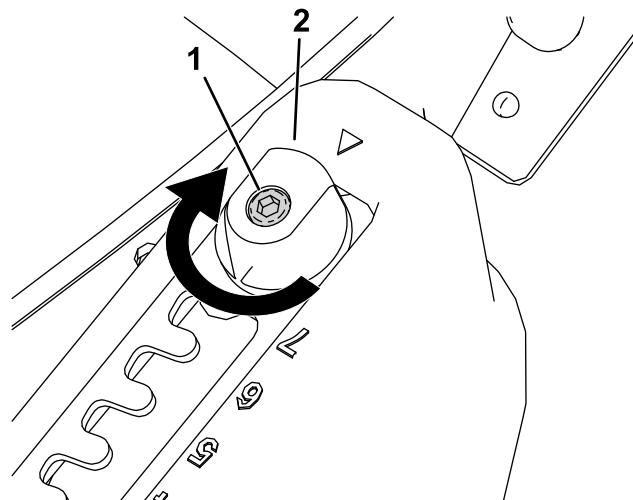
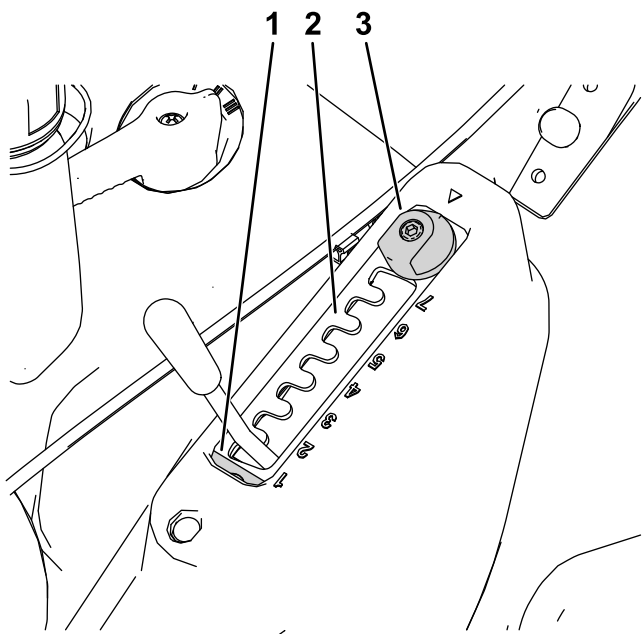

図 13
図 14
1. 六角レンチを使用して、セレクトプレート保持ボルトをゆるめる 図 13。
2. マッチカットアジャスタを 180° 回転させる 図 13 と 図 14。